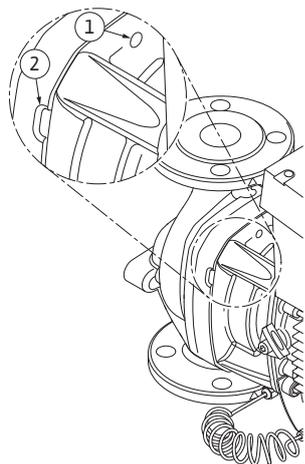

Fig. 46: Резьбовые отверстия и шлицы для отжатия съемного блока от корпуса насоса
13. Съемный блок (см. рис. 12) отжать от корпуса насоса. Для этого рекомендуется использовать два резьбовых отверстия (рис. 46, поз. 1) — прежде всего для отсоединения опорной части. С этой целью ввернуть подходящие винты в резьбовые отверстия. После ослабления крепления съемного блока можно дополнительно использовать для отжатия шлицы (рис. 46, поз. 2), расположенные между корпусом насоса и промежуточным корпусом (напр., вставить в них две отвертки в качестве рычагов). После отжатия прибл. на 15 мм съемный блок выходит из корпуса насоса.